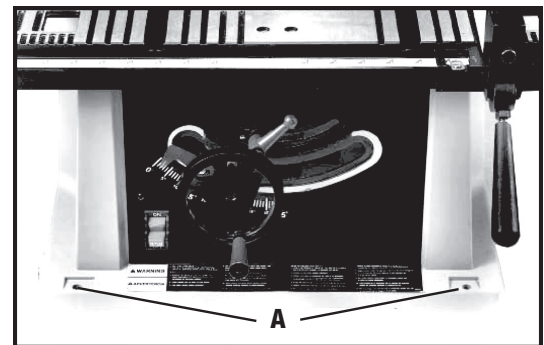

Fig. 4A
Ponga en la posición correcta los cuatro orificios de montaje, ubicados en la base del gabinete de la sierra (dos de los cuales se muestran en (A) Fig. 4A, sobre cualquier soporte apropiado que esté usando. Luego asegure firmemente la sierra a los soportes. Se puede asegurar la sierra fijando la base a través de los orificios de montaje con el equipo adecuado (no suministrado).